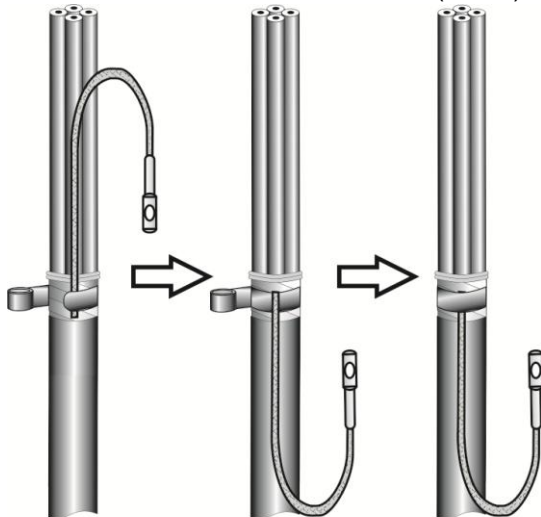

Рис.3
3. Провод заземления расплести. Произвести закрепление провода заземления с помощью пружины в соответствии с Рис.3.